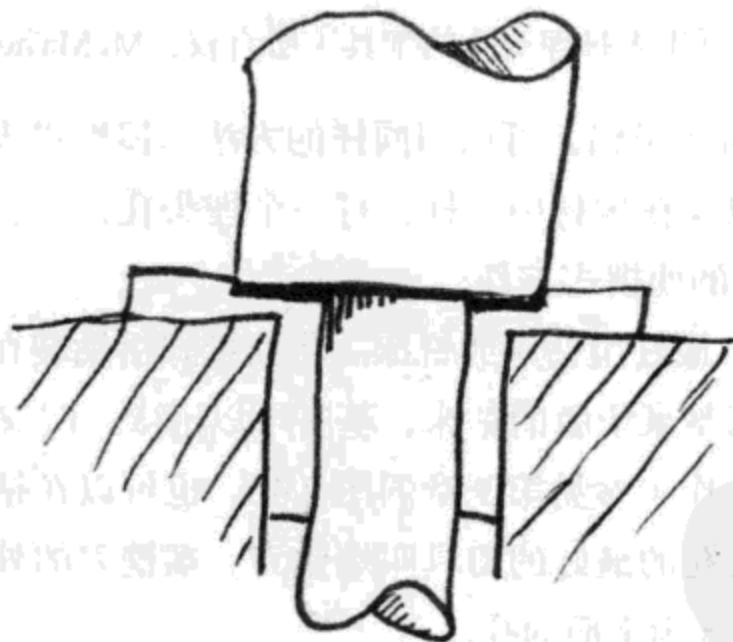

图7.12 凸缘轴套可承受径向与轴向载荷
(3) 混合轴套：凸缘轴套（图 7.12）可承受径向载荷与轴向载荷。这种轴套的安装方法与径向轴套一样，只不过凸缘作为轴向的垫圈或间隔器。